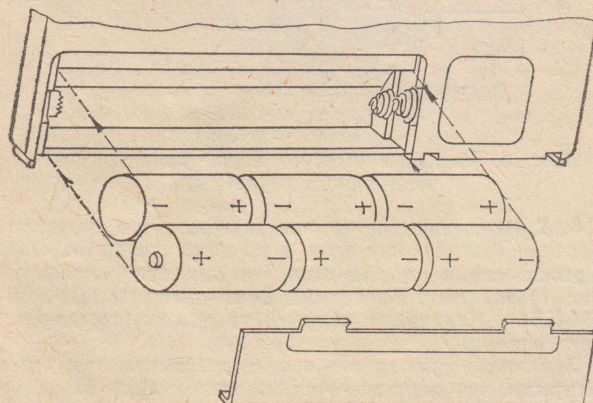

Рис. 4. Установка элементов питания.
6.1.2. Вставьте в отсек элементы питания в соответствии с рис. 4. Неправильная установка элементов питания приводит к выходу приемника из строя.